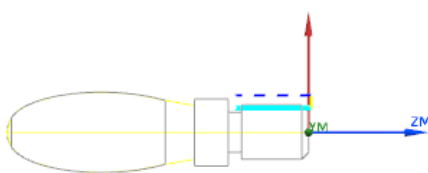

图 4.25 刀路轨迹
Step1. 单击“外侧螺纹加工”对话框中的“生成”按钮，生成刀路轨迹如图 4.25 所示。